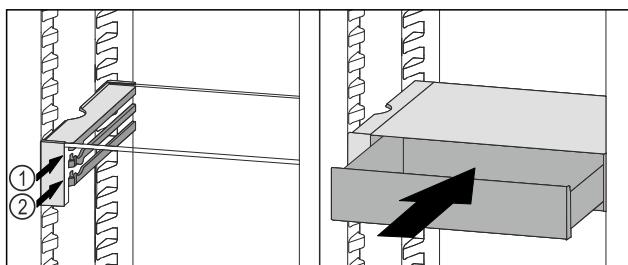

Fig. 99
- Predal VarioSafe namestite za zaustavljalnimi elementi na želeni nastavek Fig. 99 (1) ali Fig. 99 (2).